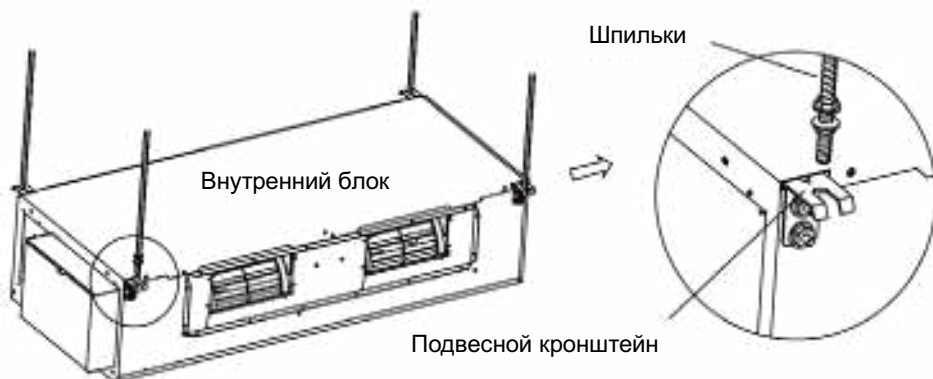

Рис.4.4
- (3). Установите подвесной кронштейн на блок (См. Рис. 4.4).